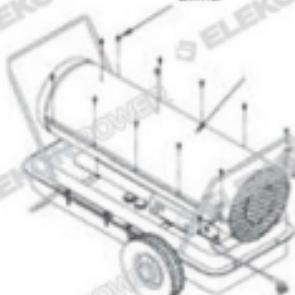

Рис. 7. Снятие верхнего кожуха
Выкрутите все винты как показано на рис.7 и снимите верхнюю часть кожуха.
- Снимите верхний кожух (см. рис.7)
- Снимите верхний кожух (см. рис. 7).